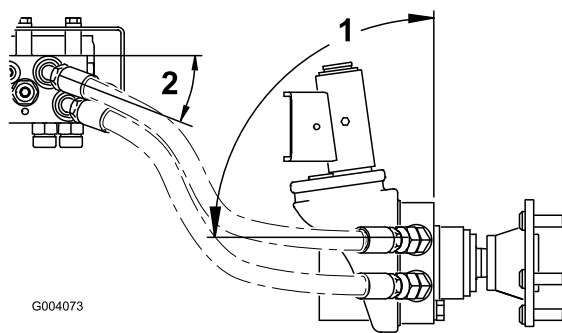

Figure 8
- Répétez la procédure pour le moteur de la roue droite. Positionnez les flexibles comme montré à la Figure 8, puis serrez tous les raccords.